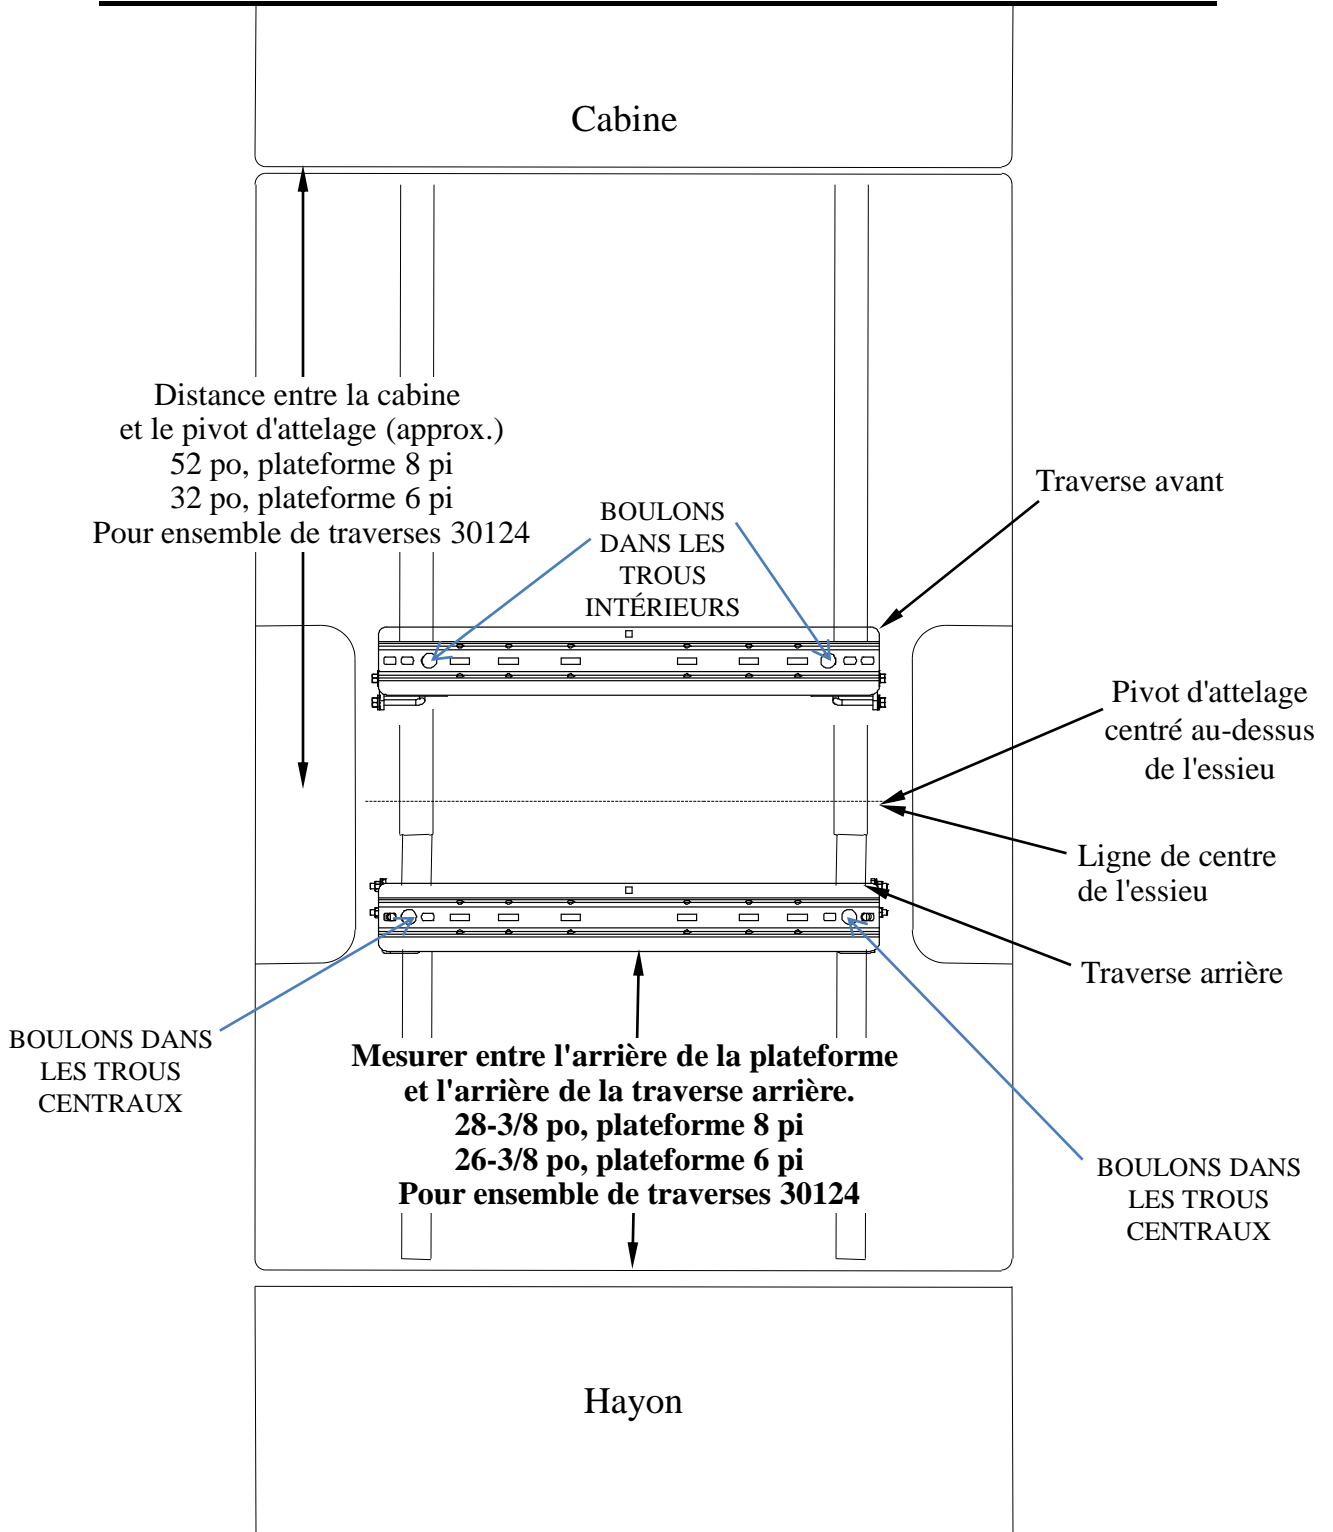

Figure 6A
19. Suivre les instructions précédentes mais poser les supports (2) et (4) en position inversée.
21. Pour les endroits à percer, voir la Fig. 6A à la page 10.